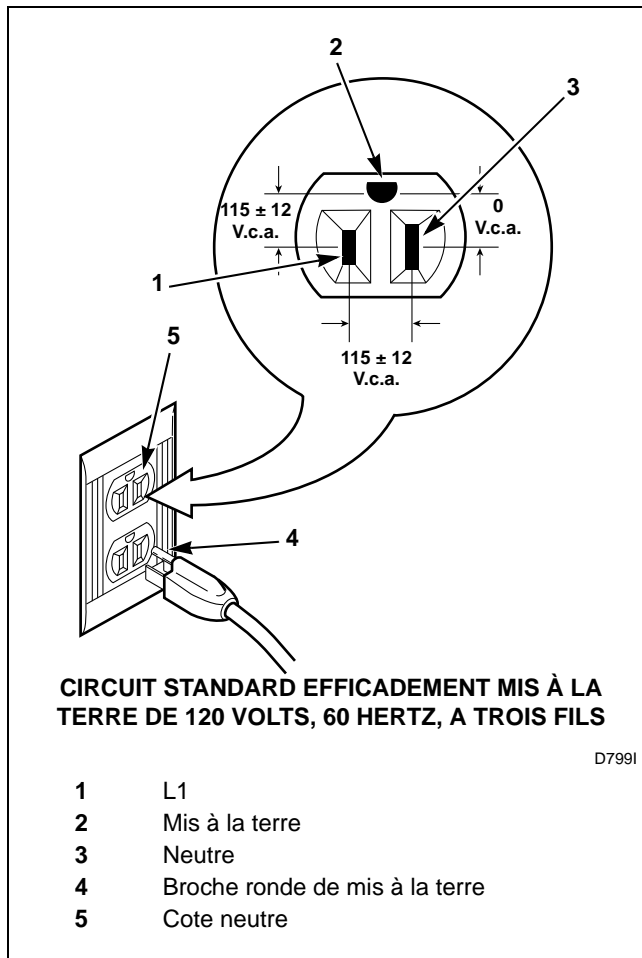

Figure 26
- La fiche de mise à la terre à trois broches du cordon électrique doit être branchée directement dans une prise efficacement mise à la terre, polarisée, à trois fentes avec tension nominale de 120 volts, CA (courant alternatif) 15 ampères. Se reporter à la Figure 26 pour établir la polarité exacte de la prise murale.